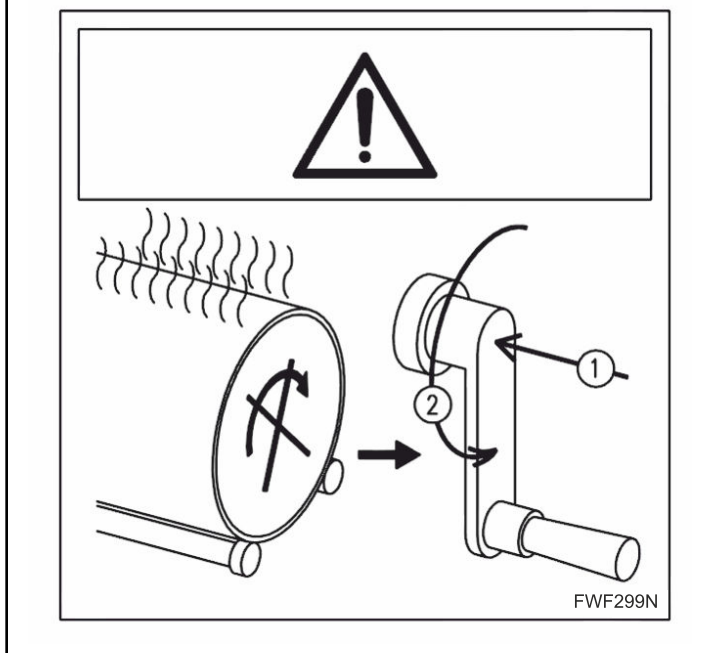

Figure 35
- La manivelle, *Figure 35* est un dispositif mécanique servant à la commande manuelle de l'appareil.